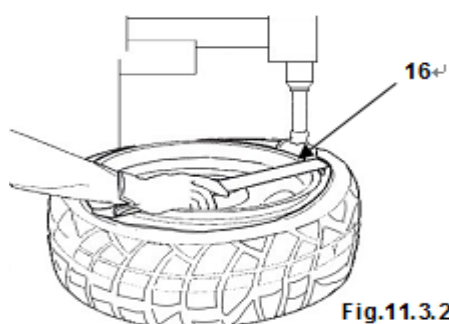

Fig.11.3.2
Toujours avec le levier (16, Fig.11.3.2), appuyer sur le support de la tête (12 fig,8.1) et porter le talon du pneumatique sur la partie en forme d'angle de la tête.
REMARQUE : si le talon du pneumatique, sur les pneumatiques très " durs ", tend à descendre de la tête, avant de tourner le mandrin en sens horaire, le faire tourner sur quelques centimètres en sens anti-horaire, en maintenant le levier (16) dans la position indiquée sur la fig. 11.3.2.